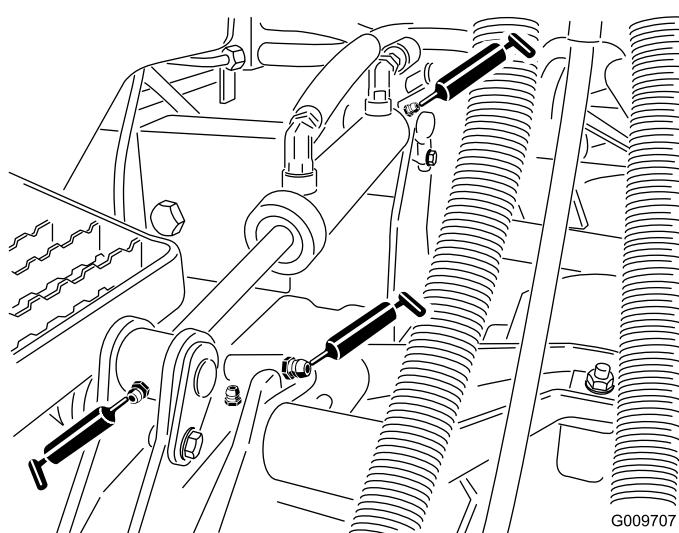

Figura 24
- Casquillos de los cilindros de elevación (2Figura 24 por plataforma) () .